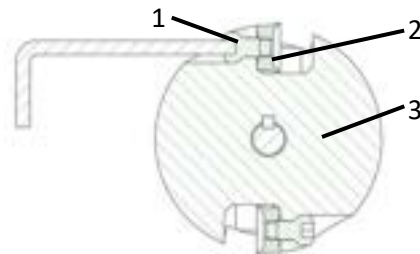

Fig. 18: Remplacement des copeaux
- > Desserrez les vis de couteau (1 - Fig. 18) sur la tête de fraisage (3 - Fig. 18) avec une clé Allen d.
- > Remplacez les couteaux circulaires (2 - Fig. 18) ou tournez-les de 180°.